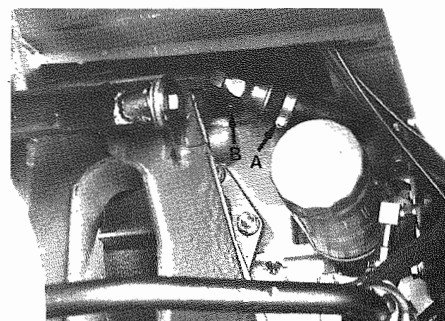

Fig. 3 - A - Fascetta
- Allentare i dadi di fissaggio tubi di scarico alla testa (16) (**Fig. 3**).
- Slacken the fixing clamp on the non-return valve and take out the tube connecting the air pump (**Fig. 3**).
- Loosen the bolts fixing the exhaust pipes to the head (16) (**Fig. 3**).